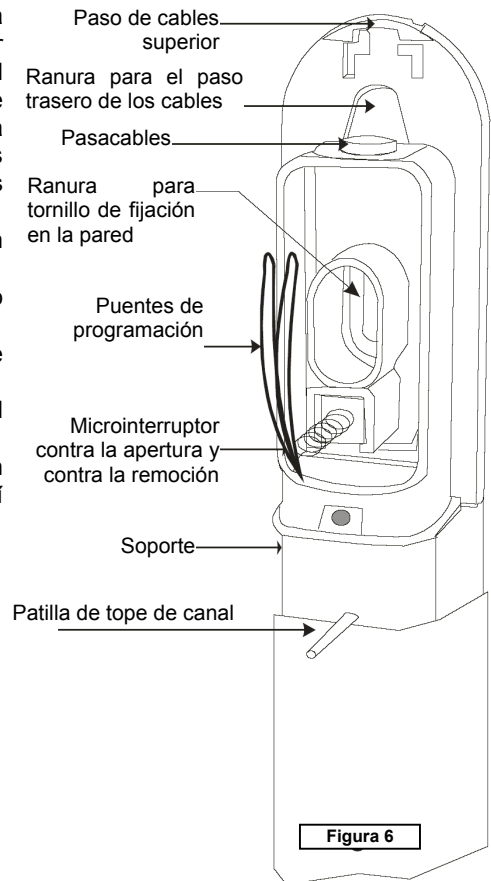

Figura 6
- Para fijar las columnas en la pared, colocar los tornillos de fijación en las ranuras correspondientes y apretarlos (figura 6).
- Si se desea utilizar el paso trasero para cables, hacer pasar el cable por la ranura correspondiente (figura 6).
- Cortar las patillas de tope de la columna (presentes en RX y TX) con la precaución de eliminar todo rastro de rebaba residual, evitando así perjudicar la compensación de las dilataciones térmicas (figura 6).